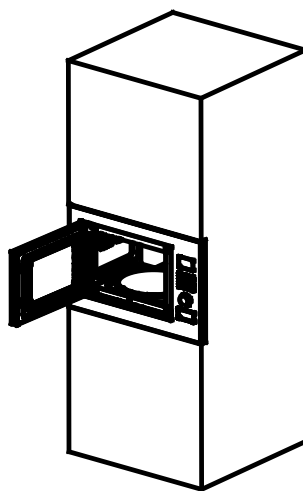

Fig.5
e) Abra agora a porta, e coloque o parafuso do orifício aparafusando-o de seguida, como mostra Fig 5.
Dimensões da abertura (A*L*P): 600*378*550(mm) como mostra a Fig.5 “E”, “D”, “F”.